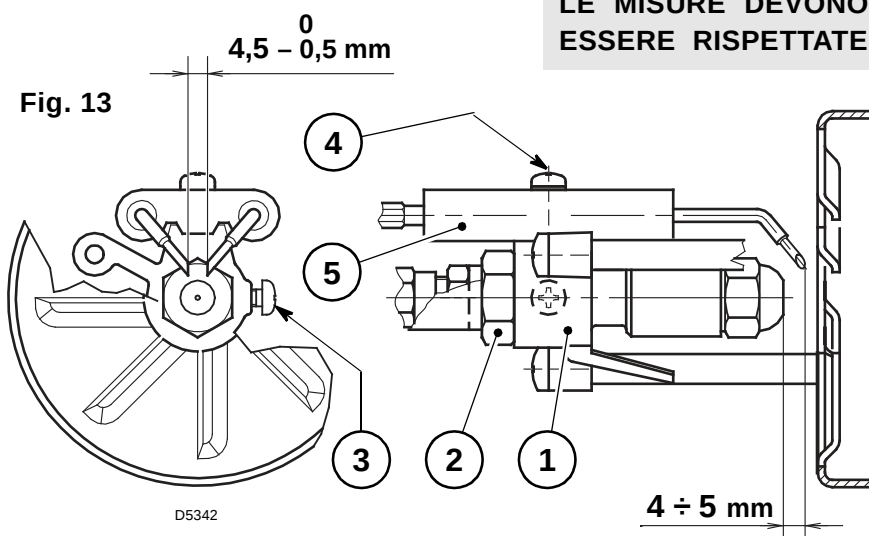

Fig. 13
- Agganciare il bruciatore alla flangia (1), togliere il boccaglio (2) dopo aver allentato le viti (3).
- Sfilare i cavetti (4) dagli elettrodi, estrarre dal gruppo portaugello il gruppo supporto elica (5) dopo aver allentato la vite (3, fig. 13, pag. 7).
- Avvitare l'ugello (6) correttamente stringendolo come mostrato in figura.
- Nella versione testa lunga la chiave di presa (7) deve bloccare la parte di prolunga che porta l'ugello.
- Estrarre il gruppo portaugello (1) dopo aver allentato le viti (2), svitato il dado (3), sfilato i cavetti (4) dall'apparecchiatura e la fotoresistenza (5).
- Sfilare i cavetti (4) dagli elettrodi, estrarre dal gruppo portaugello (1) il gruppo supporto elica (8) dopo aver allentato la vite (3, fig. 13).
- **Avvitare l'ugello (9) correttamente stringendolo come mostrato in figura.**
- **Nella versione testa lunga la chiave di presa (10) deve bloccare la parte di prolunga che porta l'ugello.**
Per eventuali aggiustamenti allentare la vite (4) e spostare il gruppo elettrodi (5), vedi fig. 13).